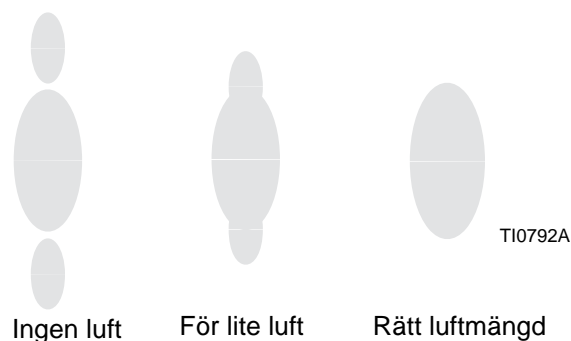

FIG. 14
5. Ställ in sönderdelningsluftens lufttryck vid avtryckning till cirka 3,5 kPa, 0,35 bar (5 psi). Kontrollera sprutmönstret och justera lufttrycket tills svansarna sönderdelas helt och dras in i sprutmönstret. Se FIG. 14. 4,9 till 7,0 kPa, 0,49 till 0,7 bar (7 till 10 psi) lufttryck är normalt tillräckligt för att sönderdela svansarna, särskilt för material med låg viskositet. Ställs lufttrycket för högt avlagras färg på luftmunstycket och effektiviteten minskar. Överskrid inte 0,7 MPa (7 bar) lufttryck till pistolen.